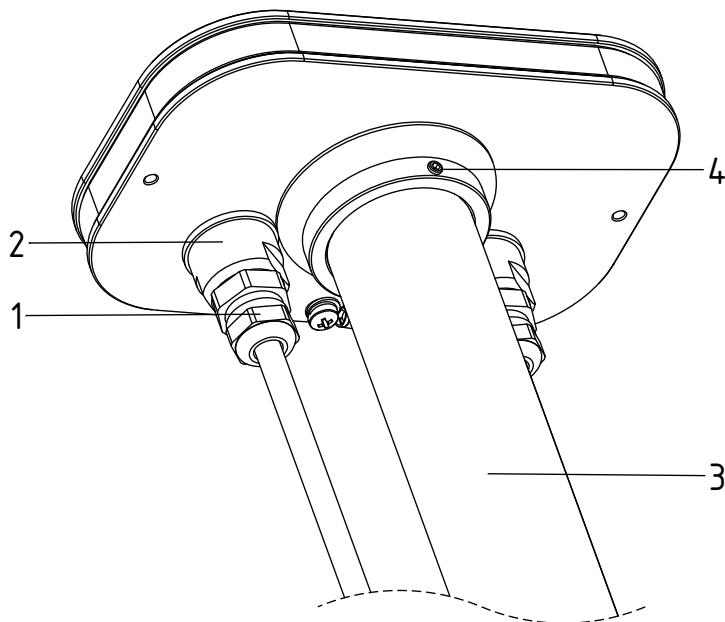

Abb. 6:
- Procell Intense PX1300(siehe Kapitel 3.4.2 "Batteriewechsel \(Abb. 6\) / Batterieentsorgung". Seite 16).
- Der Austausch der Batterien darf nur erfolgen, wenn sichergestellt ist, dass zu diesem Zeitpunkt keine explosionsfähige Atmosphäre existiert (siehe Kapitel 3.4.2 "Batteriewechsel \(Abb. 6\) / Batterieentsorgung". Seite 16).
- Längs des gesamten Verlaufs des Messstromkreises ist Potentialausgleich (PA) zu errichten (siehe Kapitel 4 "Betrieb", Seite 21).
- Zum Anschluss des Kabels zuerst die Überwurfmutter (1) der Verschraubung lösen; anschließend den Adapter mit der Kabelverschraubung (2) abschrauben (gemäß Abb. 6).
3.4.2 Batteriewechsel (Abb. 6) / Batterieentsorgung